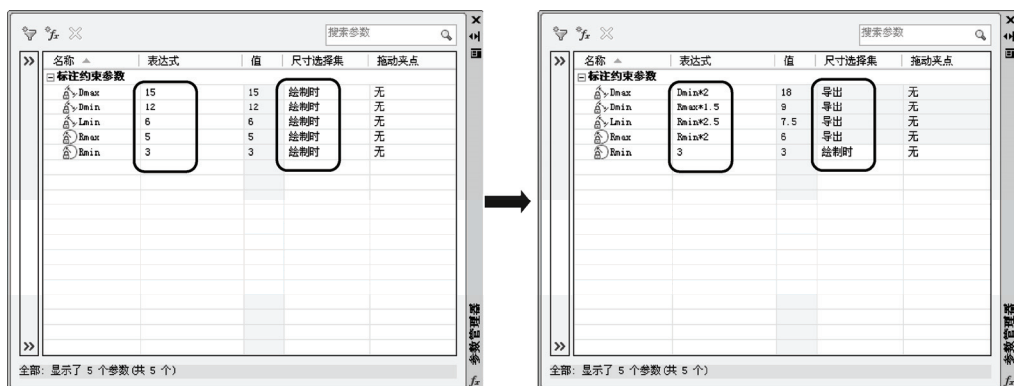
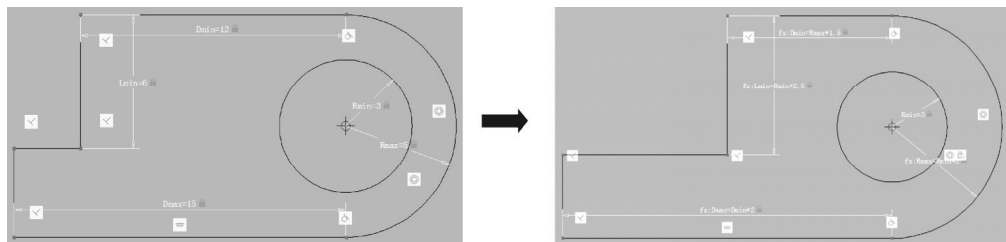

图 10-26 参数管理器中的操作
图 10-27 定义参数后图形变化
15) 在工具集编辑器选项板上的“管理”面板上单击选择“参数管理器”按钮，将弹出“参数管理器”选项板，双击“标注约束参数”选项中的表达式栏进行更改。依次更改为 Dmax ($Dmin \times 2$), Dmin ($Rmax \times 1.5$), Lmin ($Rmin \times 2.5$), Rmax ($Rmin \times 2$), 这些更改表示通过输入一个参数或者几个参数使其他尺寸进行自动更改，更改后“参数管理器”选项板中“尺寸选择集”中的参数将自动发生变化，如图 10-26 所示。更改参数后的图形如图 10-27 所示。